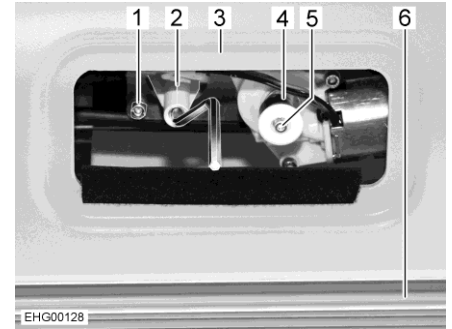

Bild 36 Åtkomst till motorn
- Ta bort den avtagbara panelen ovanför vindrutans beklädnad (Bild 36,3). Motorn (Bild 36,1) är åtkomlig.
- Avlägsna plasthöljet (Bild 36,4).
- Tryck på den vita låsknappen (Bild 36,5) och håll den intryckt.
- Sätt veven i vevhållaren (Bild 36,2).
- För plisségardinen (Bild 36,6) upp eller ner med veven.
- När båda listerna har rört sig utanför synfältet: Dra ut låsknappen (Bild 36,5) igen.